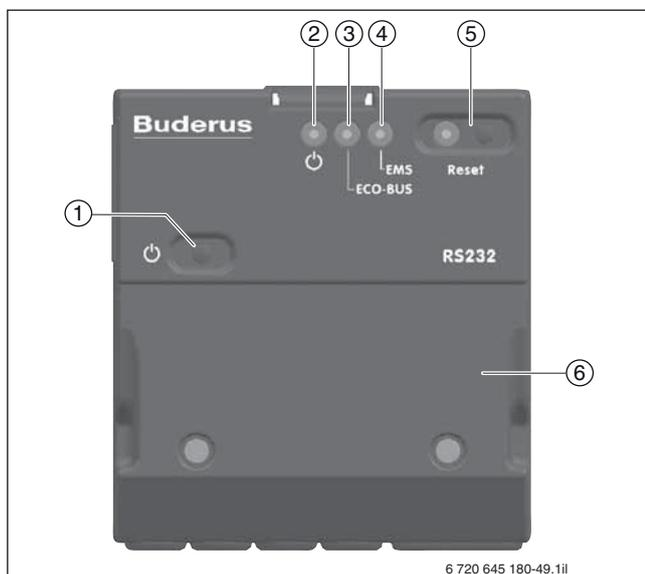

Bild 90 BUS-Schnittstelle Logamatic Gateway RS232
- Logamatic Gateway RS232 (→ Bild 90)